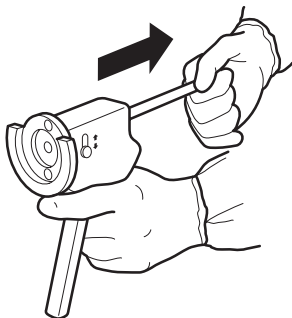

Abbildung 1
1. Den Kolbenstab drehen, um das Antriebssystem zu lösen, dann den Kolbenstab zurückziehen, bis die Druckscheibe am Gehäuse der Zementpistole anschlägt (Abbildung 1).